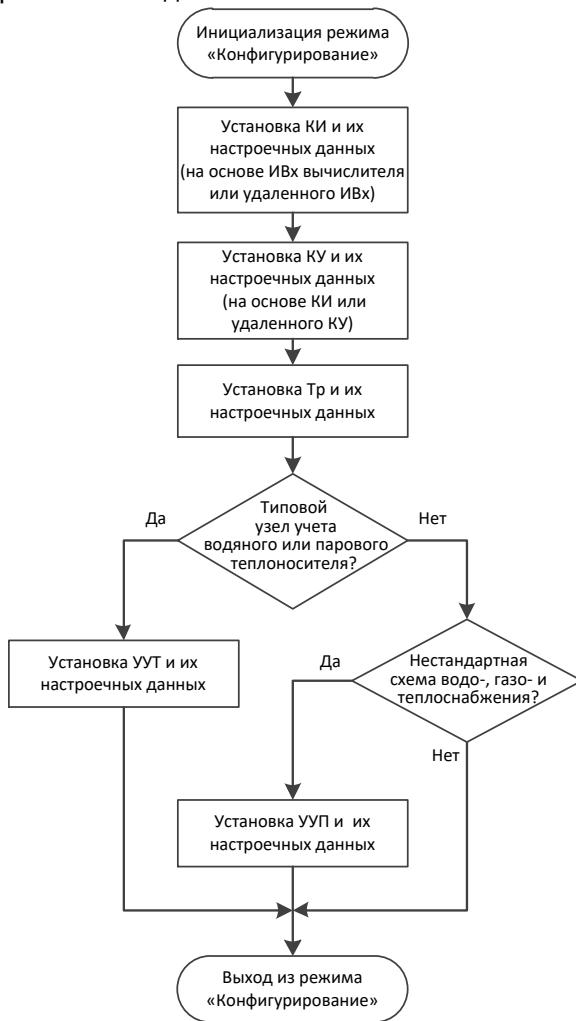

Рис. 2.1 Последовательность установки настроек данных
- методом последовательной установки настроенных данных по КИ, КУ, ТР, УУТ и УУП (см. рисунок 2.1);